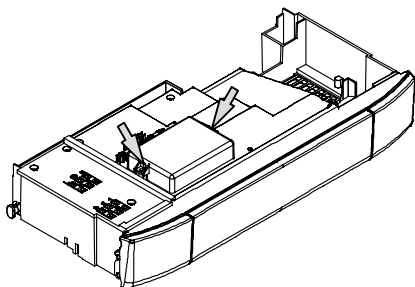

Figura 5.17
- Togliere le due viti indicate in Figura 5.17 e aprire il coperchio della morsettiera collegamento sonda esterna e comando remoto.